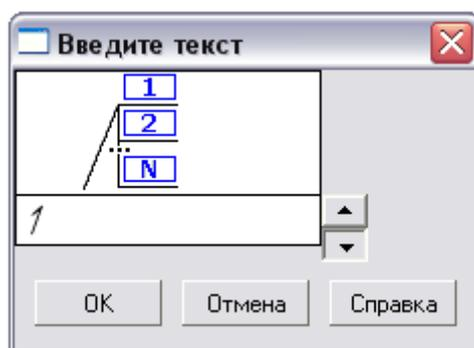

Рисунок 12.14 Диалог ввода текста
7. В появившемся на экране диалоге **Введите текст** можно ввести номер 1 непосредственно в поле ввода или с использованием счетчика (рисунок 12.14).